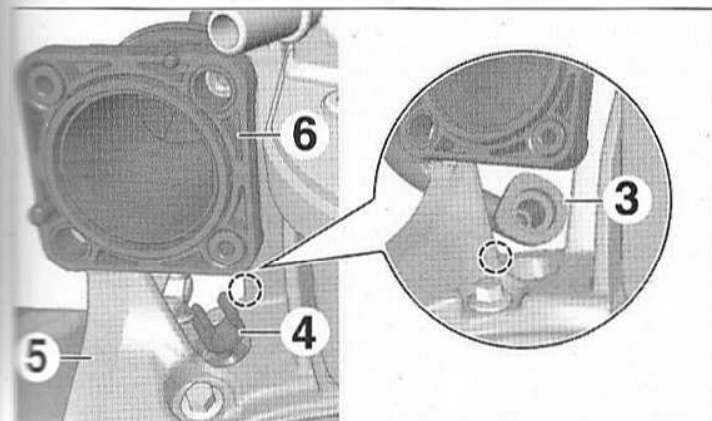

FIG.72
- Déposer l'agrafe (4) du support (5) (Fig.72).
- Dégager, avec précaution, le conduit de carburant (3) entre le support (5) et conduit d'air (6).